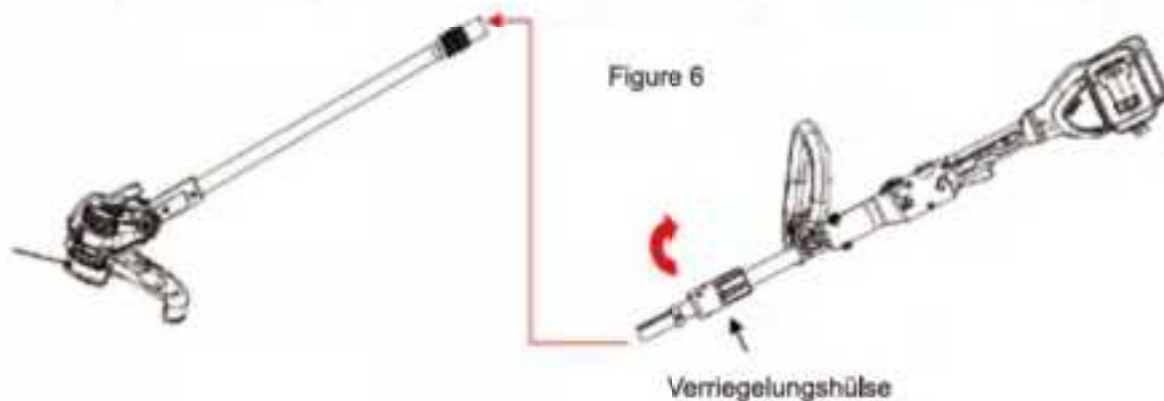

Figure 6
- Verbinden Sie die oberen und unteren Aluminiumrohre in die Von bild 6 dargestellte Richtung
- Drehen Sie die Verriegelungshülse in Pfeilrichtung in Abbildung 6, bis das Schloss vollständig zuverlässig ist.